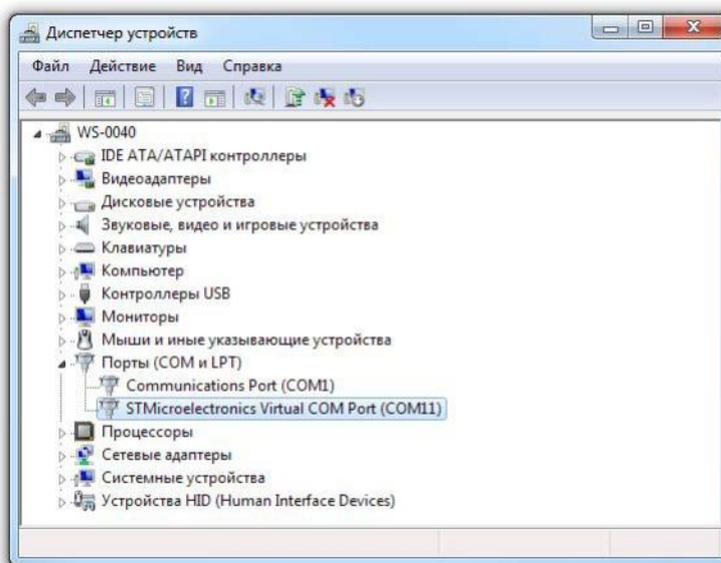

Рисунок 5 Определение порта подключения
* Для определения номера COM-порта необходимо открыть в Диспетчере устройств (Рисунок 5) вкладку **Порты (COM и LPT)** и найти виртуальный COM-порт с названием **STMicroelectronics Virtual COM Port** (либо каким-то другим названием, отличным от «Последовательный порт»). В скобках будет указан COM-порт.